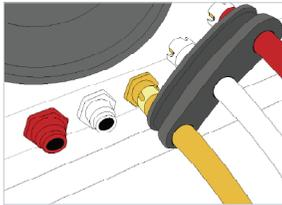

Abbildung 18
- Schließen Sie jede Schlauchfarbe nacheinander an den gelben Anschluss des Travel Air® an. Schalten Sie das Gerät ein und lassen Sie es jeweils zwei Minuten laufen, um die Feuchtigkeit zu entfernen. (**Abb. 18, 19, 20**)